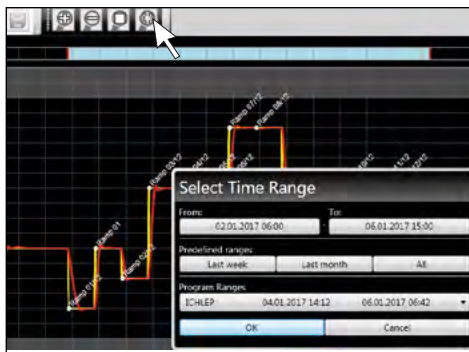

Рис. 10
- ▶ Если необходимо просмотреть данные за период времени более двух дней, нажмите крайний правый символ верхней панели инструментов (Рис. 10). После этого откроется окно, в котором можно будет выбрать промежуток времени, данные за который необходимо просмотреть.